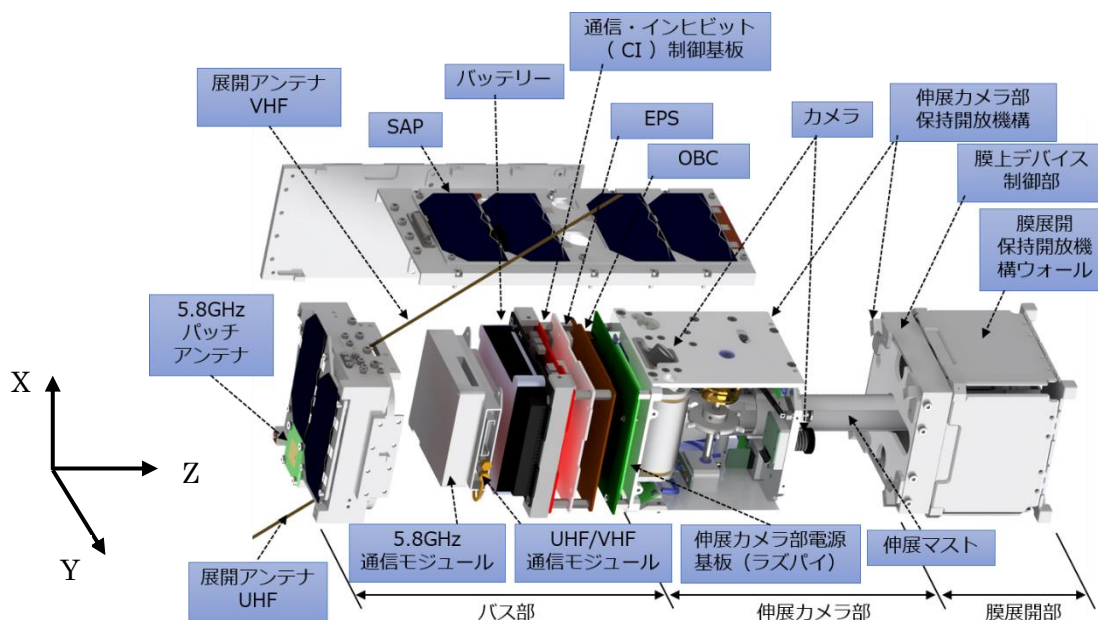

Figure 2 OrigamiSat-1 の機器配置および座標の定義
3.1.1 項以降で各項目を説明する。EPS、OBC、無線機等の各コンポーネントの配置は Figure 2 に記載する通りである。